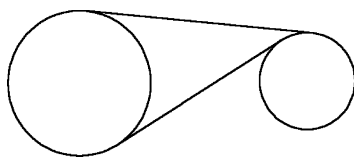

图 4-31 圆的公切线
绘制如图 4-31 所示的圆的公切线。
(4) 系统自动捕捉到切点的位置, 最终绘制结果如图 4-31 所示。